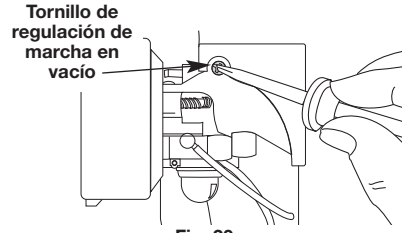

Fig. 20
La velocidad de marcha en vacío del motor se puede ajustar. Hay un tornillo de regulación de marcha en vacío entre la tapa del filtro de aire y la carcasa del motor de arranque (Fig. 20).
2. Suelte el gatillo del regulador y deje que el motor trabaje en vacío. Si el motor se para, inserte un destornillador Phillips pequeño entre la tapa del filtro de aire y la tapa del motor (Fig. 20). Gire el tornillo de marcha en vacío a la derecha dándole 1/8 de vuelta cada vez (según sea necesario) hasta que el motor trabaje en vacío sin inconvenientes.